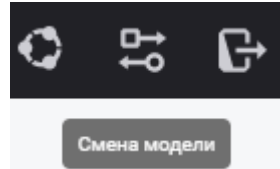

Рис. 12 – Всплывающая подсказка
9. **Всплывающая подсказка** - используется в качестве дополнительной информации и появляется при наведении курсора на интересующий объект (Рис. 12).